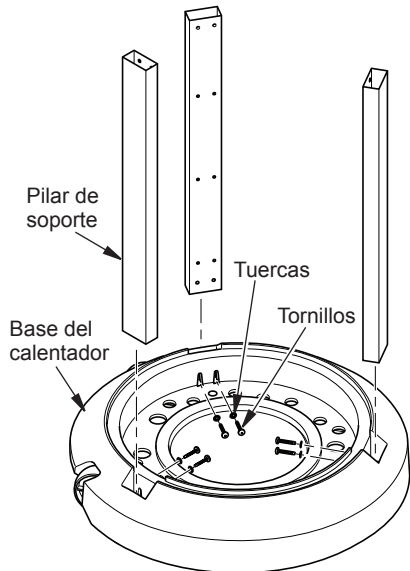

Figura 3 - Instalación de los pilares de soporte en la base
1. Ubique la base del calentador tipo mesa y los tres pilares de soporte de la mesa con orificios en un lado solamente. Asegurándose de que los orificios de los pilares estén orientados como se muestra en la figura 3, deslice los pilares de soporte hacia dentro de la base y fíjelos con tornillos (A) y tuercas (B) a través de los orificios inferiores, como se muestra.